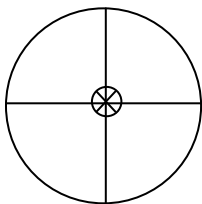

Рис. 3. Положение пузырька круглого уровня по центру
2. Удерживая платформу штатива одной рукой, ослабьте фиксирующие винты на ножках штатива и отрегулируйте их длину так, чтобы пузырек круглого уровня оказался в центре (рис. 3).